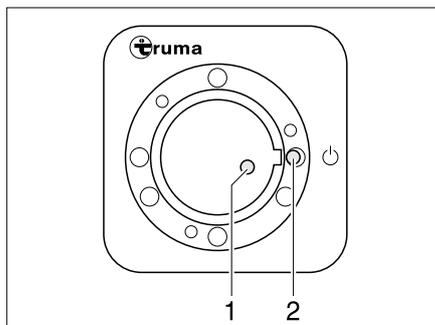
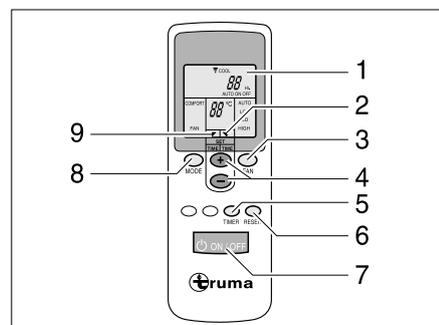

Bild 178 Empfänger
Bild 179 Fernbedienung
- Am Schalter (Bild 179,7) die Fernbedienung einschalten. Die grüne Kontroll-Leuchte (Bild 178,1) zeigt den Kühlbetrieb an.
- Die gewünschte Betriebsart mit der Taste (Bild 179,8) einstellen.
- Bei Bedarf mit den Tasten (Bild 179,3 und 4) die gewünschte Gebläseleistung und Raumtemperatur einstellen. Der Pfeil (Bild 179,9) zeigt den gewählten Einstellmodus an.
- ▷ Am Empfänger befindet sich ein zusätzlicher Tastschalter (Bild 178,2), mit dem die Klimaanlage auch ohne Fernbedienung aus- oder eingeschaltet werden kann. Wenn die Klimaanlage über diesen Tastschalter eingeschaltet wird, dann wird automatisch die zuletzt auf der Fernbedienung eingestellte Betriebsart gewählt.
- Zum Ausschalten die Taste (Bild 179,7) auf der Fernbedienung erneut drücken.
- Zum Programmieren die Klimaanlage mit der Taste (Bild 179,7) auf der Fernbedienung einschalten.
- Mit den Tasten (Bild 179,8, 3 und 4) die gewünschte Betriebsart und Raumtemperatur einstellen.
- Mit der Taste (Bild 179,5) die gewünschte Funktion (Bild 179,1) auswählen:
- Mit den Tasten (Bild 179,4) die gewünschte Schaltzeit wählen (1 bis 15 Stunden). Der Pfeil (Bild 179,2) blinkt und zeigt den Einstellmodus an.
- ▷ Mit der Taste (Bild 179,6) werden die Einstellungen der Fernbedienung wiederholt an den Empfänger gesendet.